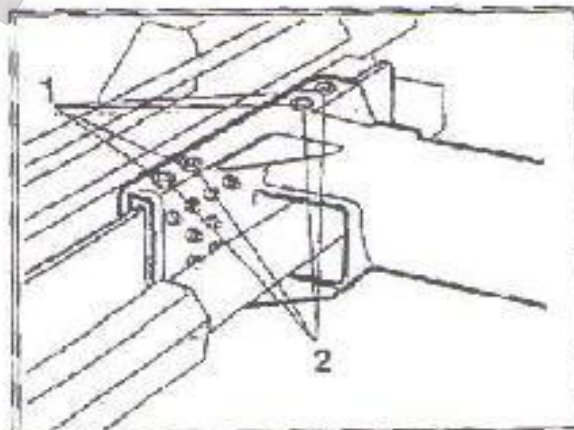

Рис. 8.6
- Открутить четыре контргайки (1, рис. 8.6).
- Закрутить шесть винтов каждого башмака (2, рис. 8.6) на четверть оборота.
- Затянуть четыре контргайки (1, рис. 8.6).